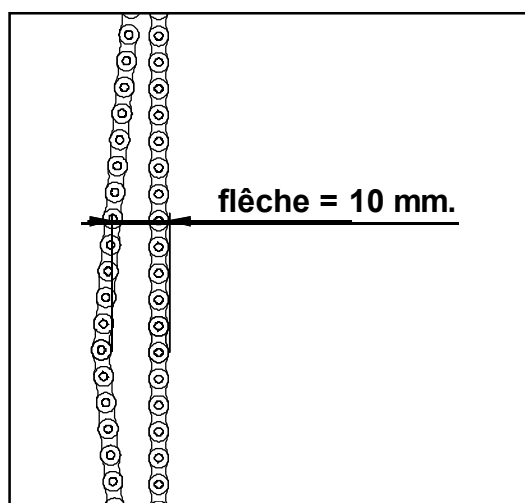

Fig. 5 - Mou de chaîne de sécurité.
- Vérifier le mou des chaines de sécurité (Fig. 5).